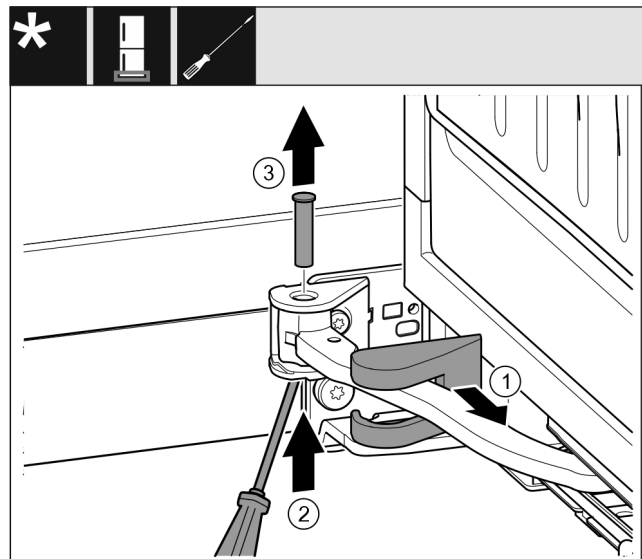

Fig. 15
- ▶ Træk afdækningen af hængselkonsollen, og skub den langs leddet. Fig. 15 (1)
- ▶ Løft boltten nedefra med en finger eller en skruetrækker. Fig. 15 (2)
- ▶ Før skruetrækkeren ind under boltens hoved, og træk den ud. Fig. 15 (3)